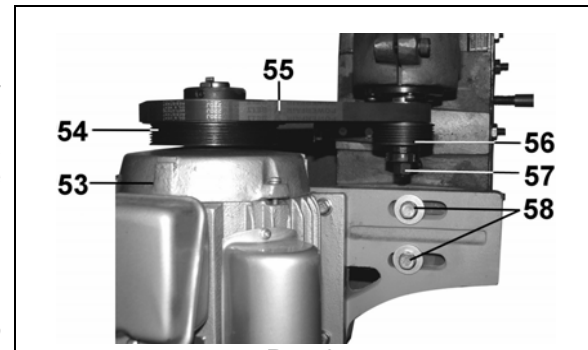
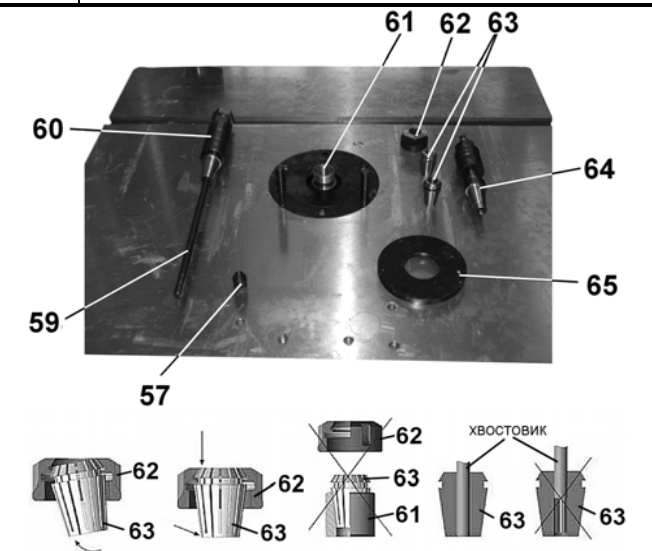

Рис.9
Рис.10
8.5.1. На станке предусмотрена замена вставки шпинделя (60 или 64) или установка цангового зажима для установки фрез (66) с цилиндрическим хвостовиком, Рис. 10, 12.
8.5.2. Ключом (не комплектуется) открутите на два – три оборота гайку (57), Рис.9. Лёгкими ударами деревянного молотка по гайке (57) выведите из посадочного места конус вставки шпинделя (60), Рис.9,10. Скрутите гайку (57) Рис.9. Извлеките шпиндельную вставку (60) со шпилькой (59), Рис.10. Шпильку (59) выкрутите из вставки шпинделя (60), Рис.10.
8.5.3. Для замены вставки шпинделя (60) шпильку (59) вкрутите во вставку шпинделя (64).
В конусное отверстие шпинделя (61) вставьте шпильку (59). Положение вставки шпинделя (64) надёжно закрепите гайкой (57), Рис.9,10.
8.5.4. Заведите цангу (63) канавкой с одной стороны за буртик колпачковой гайки (62). Надавите на цангу (63) в направлении стрелки до щелчка. Вставьте хвостовик инструмента и накрутите гайку на шпиндель (61).
9.1.8. Определите необходимую скорость вращения шпинделя для предстоящей обработки заготовки. Для изменения частоты вращения шпинделя ослабьте два болта (58), переместите электродвигатель (53) в сторону шкива шпинделя (56) и установите ремень передачи (55) в одно из двух положений. Верхнее положение ремня передачи (55) на шкивах (54 и 56) соответствует частоте вращения =8300об/мин., нижнее положение ремня передачи (55) на шкивах (54 и 56) соответствует частоте вращения =5800об/мин. Переместите электродвигатель (53) в сторону натяжения ремня передачи (55), зафиксируйте положение электродвигателя (53) двумя болтами (58). Чрезмерное натяжение ускорит износ ремня передачи (55), Рис.9.